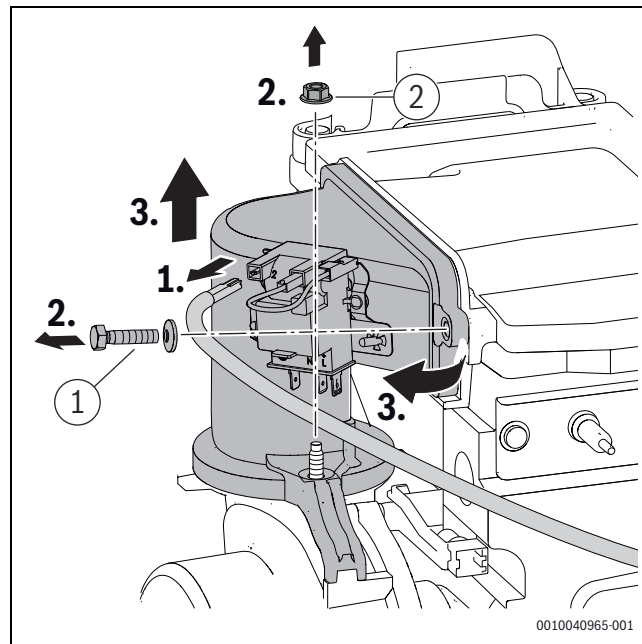

Fig. 45 Desmontar o dispositivo de mistura
- Apertar o parafuso e porca ([1] e [2], fig. 45) no dispositivo de mistura com $5,5 \pm 0,5$ Nm.